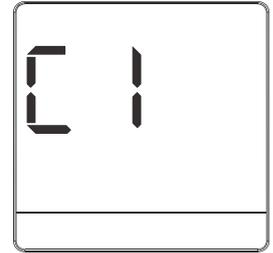

Figura 6
1) Pressione e segure  e  simultaneamente por 8 segundos para entrar na página de configurações de parâmetros avançados, "C1" será exibido na área de exibição de temperatura (Figura 6).